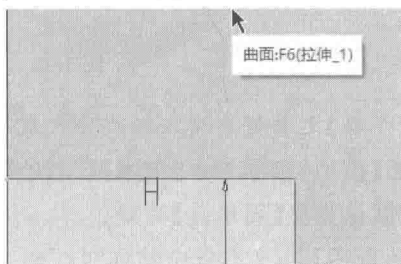

图 1-17 创建重合约束
(10) 单击【草绘】选项卡中【约束】区域的【重合】按钮 ，在图形区选择矩形上边线，再选择实体上侧面，系统自动使二者重合，如图 1-17 所示。单击中键退出命令。